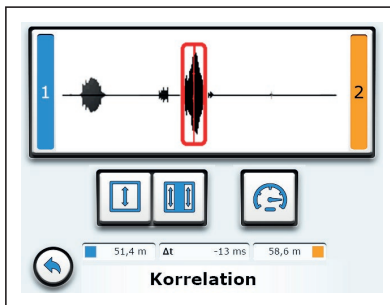

Abb. 27: Menü **Korrelation**
1. Tippen Sie auf die Korrelationskurve. Der Empfänger wechselt in das Menü **Korrelation** (Abb. 27).